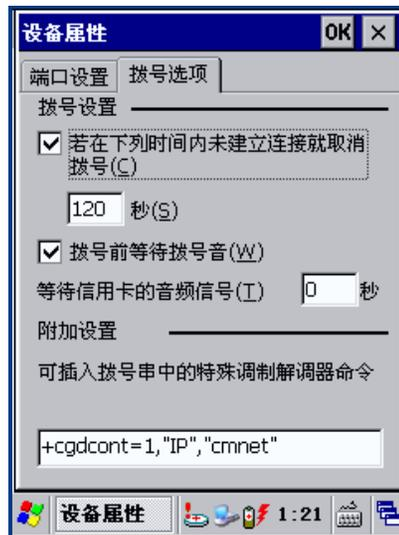

图 6.5: 拨号选项
- E. 点击“拨号选项”选项卡（如图 6.5）。“拨号选项”下面的方框处填入[+cgdcont=1, “IP”, “cmnet”]，此处的“cmnet”是 GPRS 服务商的服务点，不同的 GPRS 服务提供商该值可能不一样，请与提供商联系。然后点击页面顶上的“OK”。